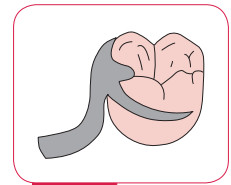

図 2-4 環状鉤
①環状鉤（図 2-4）：鉤腕が鉤歯の咬合面方向から始まり、歯頸部付近のアンダーカットに入るクラスプ